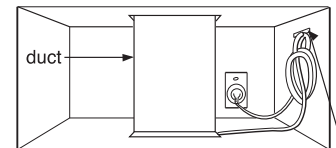

Ilustración 35
5. Utilizar la abrazadera de cables eléctricos para atar el cable de alimentación. Instalar la abrazadera del cable de alimentación, usando un tornillo tal como se muestra en la Ilustración 35, en el interior del armario.